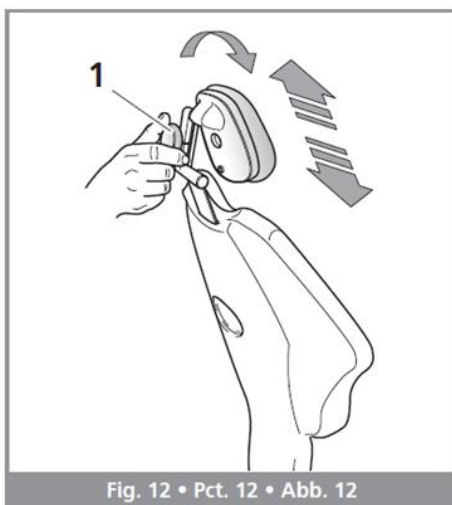

Fig. 12 • Pct. 12 • Abb. 12
- В случае стандартного подголовника (рис. 12) поверните рычаг против часовой стрелки, чтобы разблокировать его, и по часовой стрелке, чтобы заблокировать его;